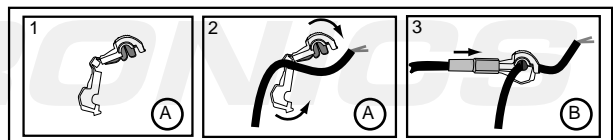

Fig. 3
6. Leid de rest van de kabelset langs de linkerzijde richting dashboard. Sluit de rode draad aan op de remlichtschakelaar volgens fig. 1. Sluit de oranje draad middels de bijgeleverde snelverbinder (fig.3) aan op de +30 gezeekerde constante spanning draad van de zekeringkast. (Connector C)